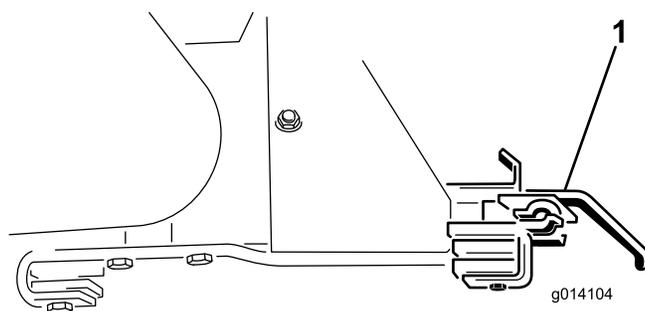

図 47
18. オプション機器用のブラケット（2つ）を外す（図 47）。